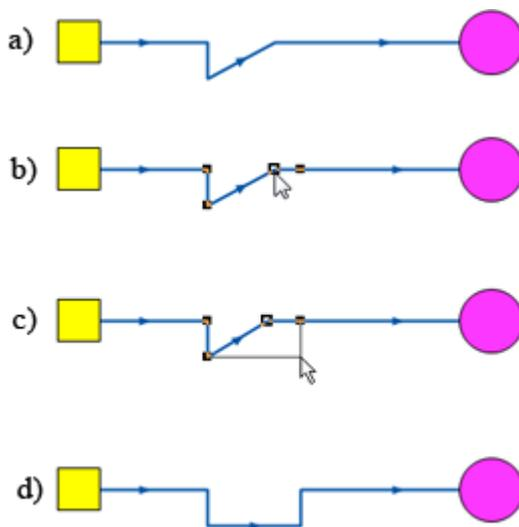

Рисунок 6.6. Перемещение узла
2. Подвести курсор к узлу и нажать левую клавишу мыши. (см. Рисунок 6.6, «Перемещение узла» b).
3. Не отпуская клавишу переместить узел на нужное место (см. Рисунок 6.6, «Перемещение узла»с);
4. Отпустить клавишу мыши для окончания перемещения узла. (см. Рисунок 6.6, «Перемещение узла»d);